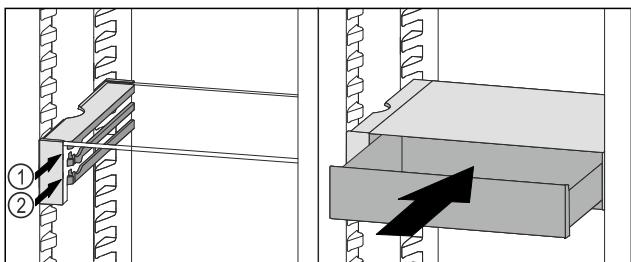

Fig. 87
- Поставете чекмеджето на VarioSafe зад ограничителите върху желаното ребро Fig. 87 (1) или Fig. 87 (2).